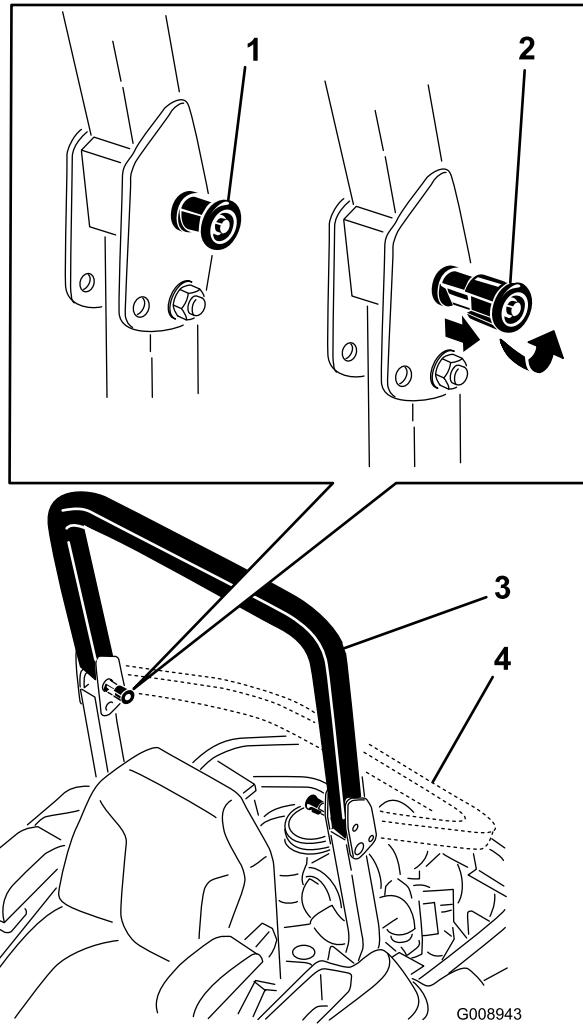

Figura 8
2. Tire de ambos pomos hacia fuera y gírelos 90° para desengranarlos (Figura 8).
3. Baje la barra antivuelco (Figura 8).
4. Para elevar la barra antivuelco, suba la barra a la posición de uso y gire los pomos para que se introduzcan parcialmente en las ranuras (Figura 8).
5. Eleve la barra a la posición vertical, presionando sobre la parte superior de la misma; las clavijas encajarán en cuanto se alineen con los orificios (Figura 8). Presione sobre la barra para asegurarse de que las clavijas han quedado encajadas.